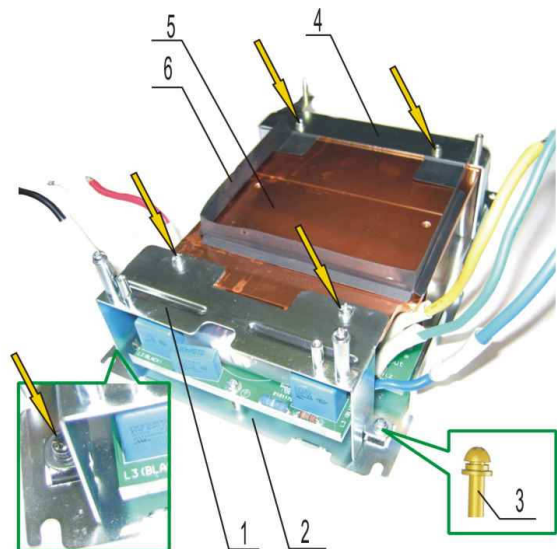

Рисунок 6.15
6.7.7 Открутить два винта крепления прокладки 6 к кронштейну 4 (рисунок 6.15).